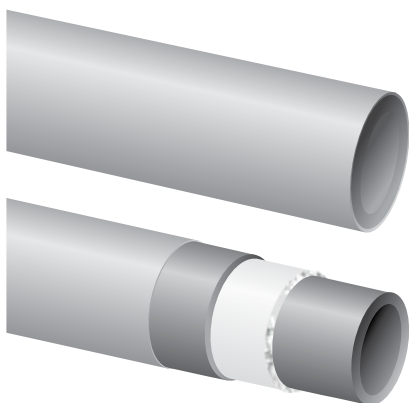

Рис.3
Внутрішній і середньо-зовнішній шар утворює нуклеїновий поліпропілен PP-RCT (Рис. 3), середньо-внутрішній шар утворює нуклеїновий поліпропілен PP-RCT, армований скловолокном (GF) або базальтом (BF). Завдяки покращеним характеристикам цього поліпропіленового грануляту, труби можуть витримувати високий тиск і температуру в системі опалення до 90°C (клас 5, макс. 8 бар). Через різницю в кольорі в порівнянні з класичним PP-R, всередині труби знаходяться шари PP-RCT темно-сірого кольору. Вся труба вкрита шаром класичного поліпропілену PP-R такого ж кольору, як і інші елементи системи.